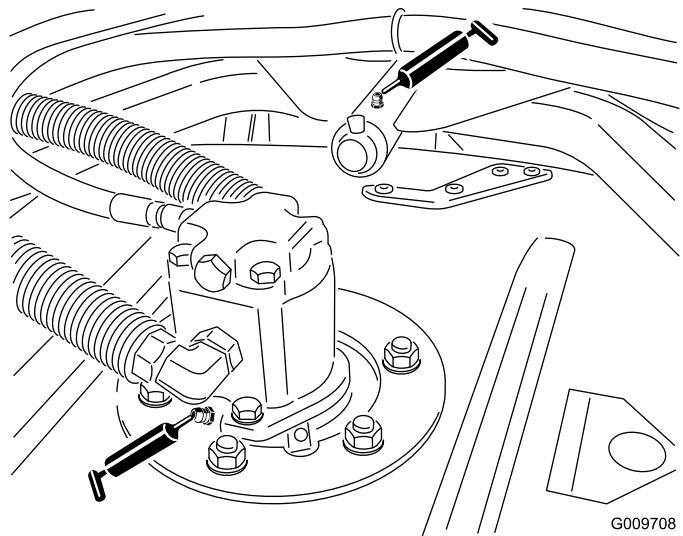

Figura 25
- Casquilhos do braço de suporte da unidade de corte (1 por cada unidade de corte) (Figura 25)
- Bielas do eixo da unidade de corte (1 por unidade de corte) (Figura 25)